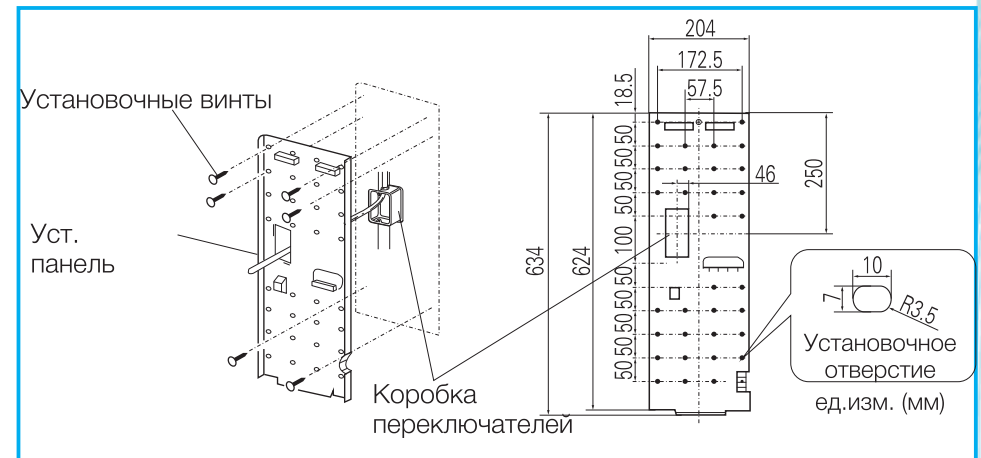

Рисунок 5
2. Вставьте отдельный кабель питания в устройство и закрепите изнутри (Рис.5).